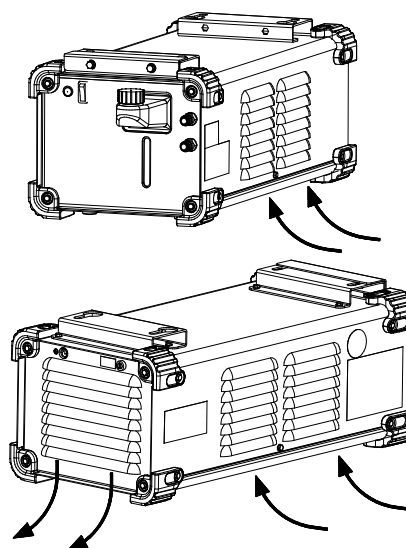

Рис. 3.
9. Вентиляционные отверстия: Обеспечивают необходимую циркуляцию при воздушном охлаждении (Рисунок 3).